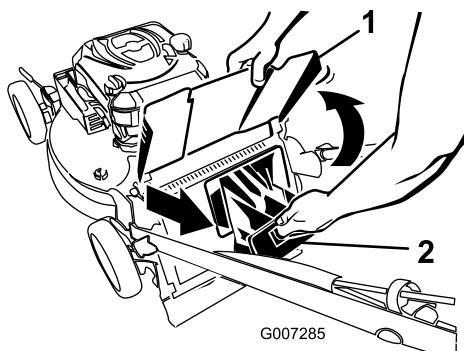

Figura 22
- Sollevate il deflettore di scarico e tenetelo sollevato (Figura 22).
- Estraete il coperchio di scarico posteriore (Figura 22).